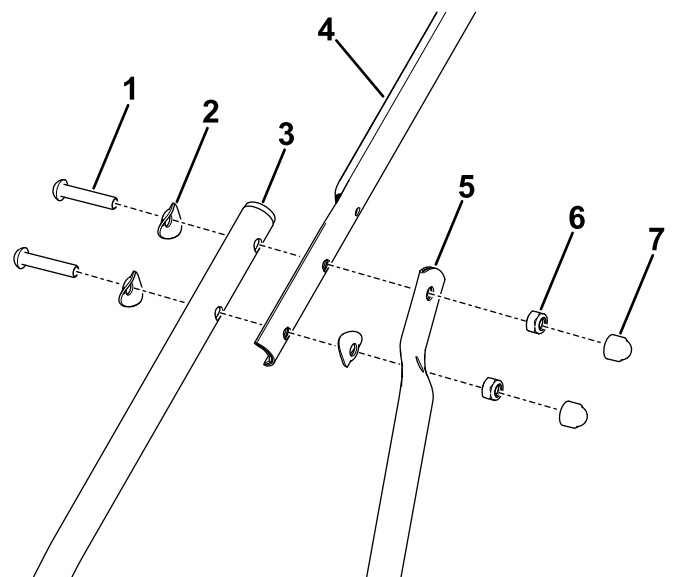

Figura 6
4. Instale el manillar superior y la parte superior de los manillares de tirante en los manillares inferiores con 3 arandelas cóncavas, 2 pernos largos y 2 contratuercas a cada lado (Figura 6).